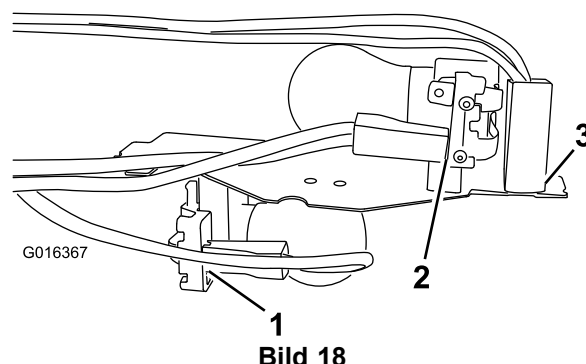

Bild 18
1. Schließen Sie den grünen/weißen Draht an die Blinkerlampe an (Bild 18).
2. Schließen Sie den schwarzen Draht an die Erde an und biegen Sie die Laschen um 90 Grad, wie in Bild 18 dargestellt.
3. Schließen Sie den roten/weißen Draht an die 5-W-Seite der seitlichen Rückleuchtenlampe an (Bild 18).
- Schließen Sie den roten/weißen Draht an die 5-W-Seite der seitlichen Rückleuchtenlampe an (Bild 18).